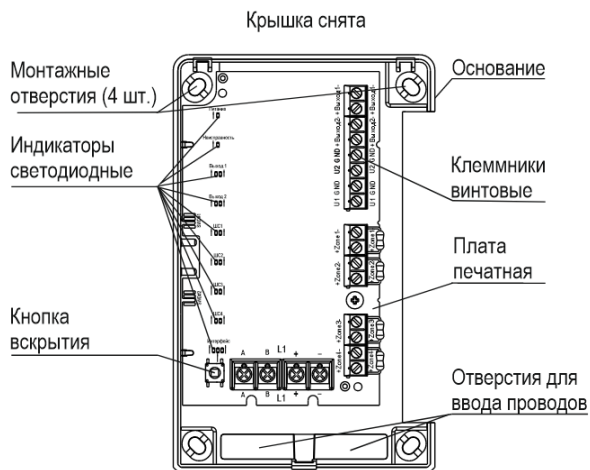

Рисунок 2
4.1 БПА выполнен в виде блока, состоящего из основания и съемной крышки. Внутри блока смонтирована печатная плата с радиоэлементами (рисунок 2).